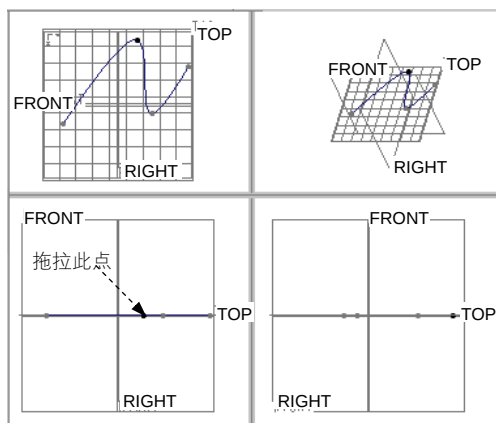

图 10.2.12 四个视图状态
Step9. 拖移“平面”ISDX 曲线上的点。单击 **样式** 功能选项卡 **曲线** ▾ 区域中的“曲线编辑”按钮 ，然后在图 10.2.12 的“左下”视图图中选取曲线上的一点进行拖移，此时可以发现，无论怎样拖移该点，该点只能左右移动，而不能上下移动（即不能离开活动平面——TOP 基准平面），尝试其他的点，也是如此，可见我们创建的 ISDX 曲线是一条位于活动平面（TOP 基准面）上的“平面”曲线。